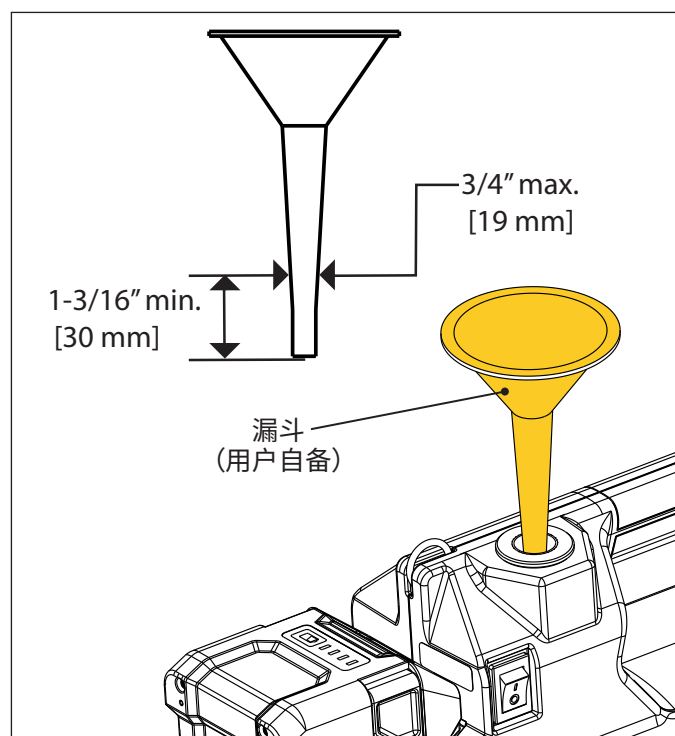

图 14: 使用漏斗加油
6. 用一个漏斗(颈部外径最大为 3/4" [19 mm],长度至少 1-3/16" [30 mm]) 穿过注油口,进入注油管中。请见 图 14。